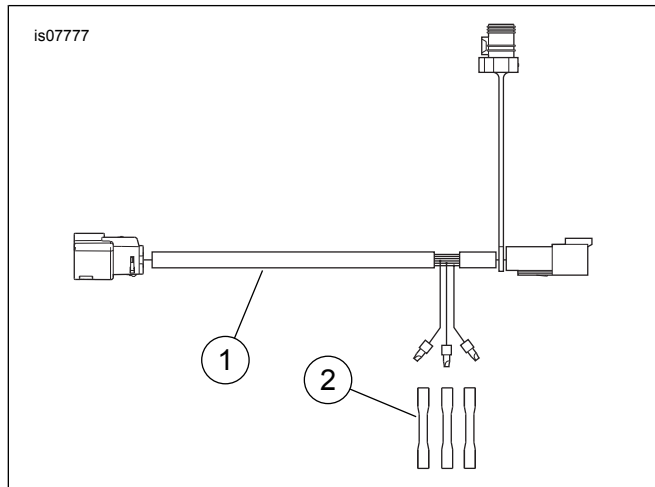

Figura 1. Peças de reposição, chicote de fios de conexão elétrica
Veja Figura 1 e Tabela 1.
2. **Os acessórios com uma conexão elétrica Deutsch de quatro pinos** conectam-se diretamente ao chicote de fios de conexão elétrica ou ao adaptador para acessórios elétricos. **Os acessórios conectam-se à energia elétrica com três fios individuais:** Veja Figura 1. Corte os fios do(s) acessório(s) até um comprimento adequado para alcançar facilmente os três fios individuais do chicote de fios de conexão elétrica. Corte as tampas dos três fios no chicote de fios.